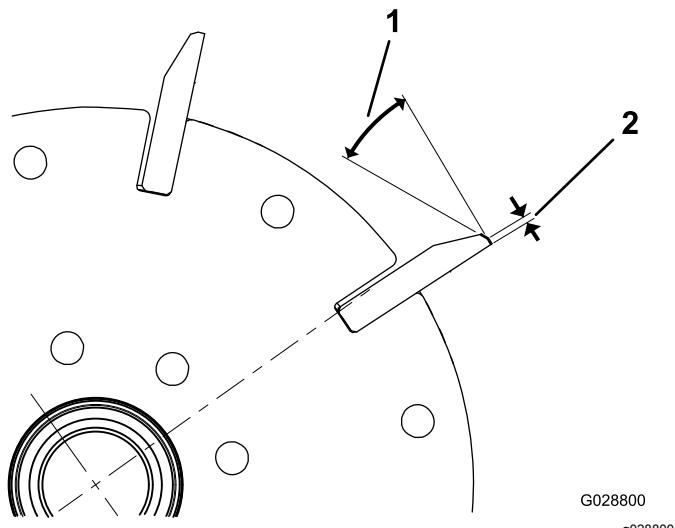

Figura 24
1. Afile todas las cuchillas con un rebajo de 30 grados hasta que la anchura de la superficie de incidencia sea de 1,3 mm (Figura 24).